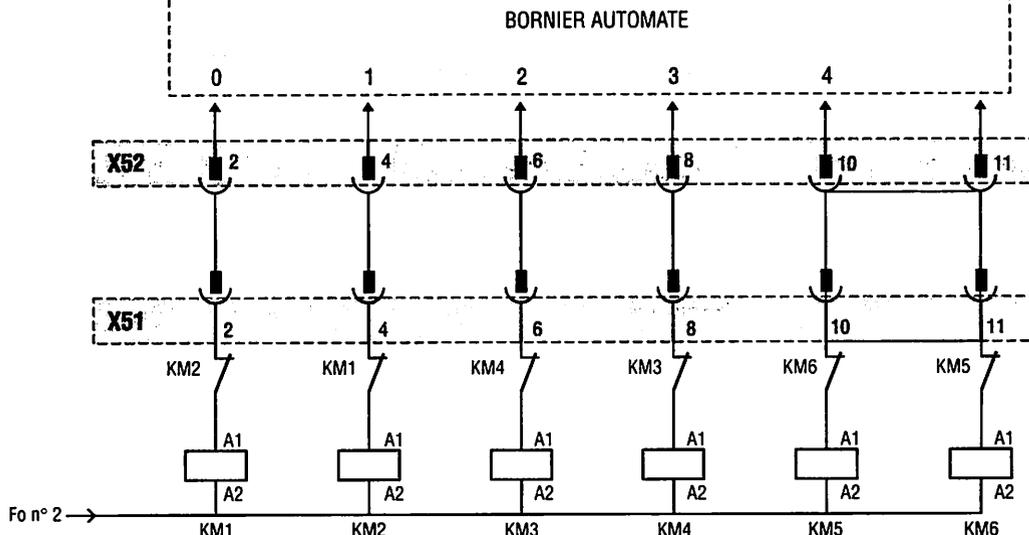

Fig. 22 : Circuit de commande : raccordement des sorties.
- les schémas du circuit de commande : raccordement des sorties (fig. 22) et raccordement des entrées (fig. 21).